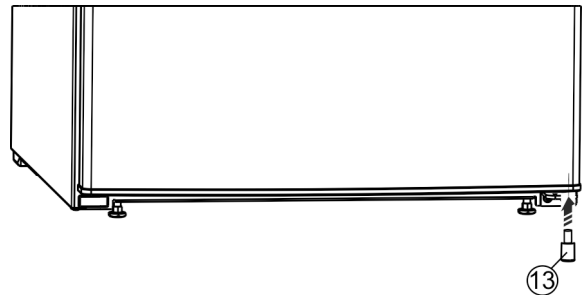

Fig. 11
- ▶ Снова вставьте в дверь распорную деталь Fig. 11 (13) справа внизу – это важно для обеспечения устойчивости устройства.